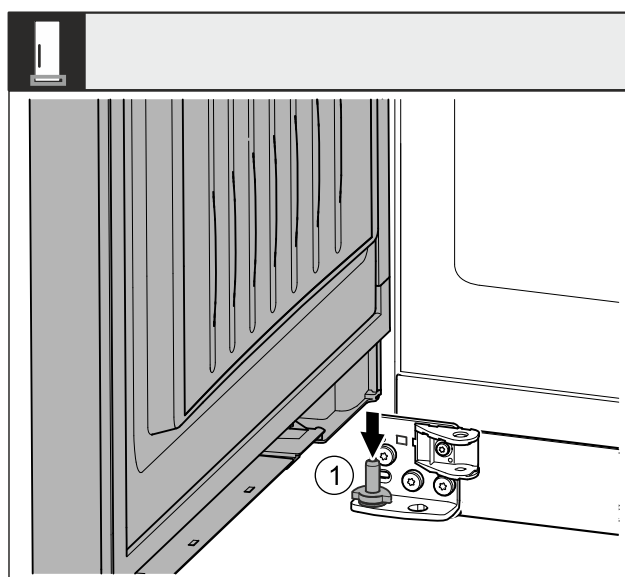

Fig. 43 *
- Dveře nasad'te shora na dolní ložiskový čep Fig. 43 (1)*